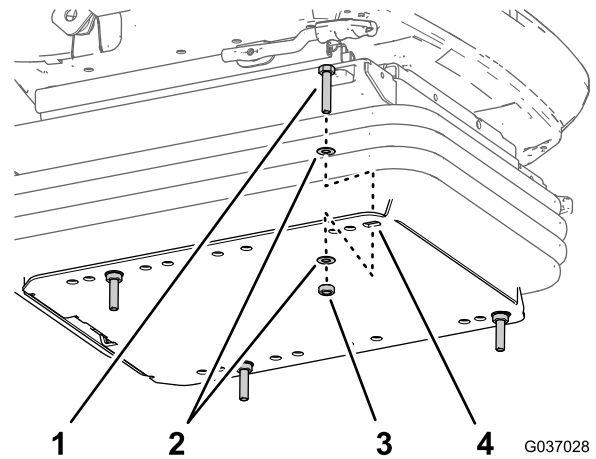

図 14
2. ボトムプレートの穴 図 14ステップ1で見つけたものに、キャップスクリュ8 x 40mm4本、ワッシャ8 x 17mm8枚、プレーンナット8mm4個を取り付ける。